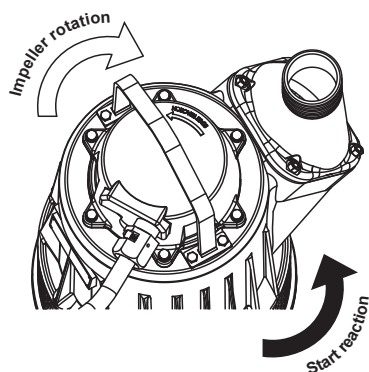

Рис. 1. Направление вращения
- Проверьте направление вращения; насос должен совершить рывок в направлении, указанном на нем стрелкой (против часовой стрелки). Чтобы изменить направление вращения, поменяйте местами две фазы. (рис. 1)